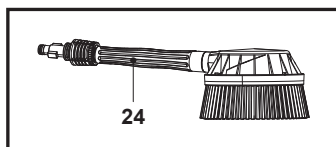

Fig. 15
Peria rotativă (24) poate curăța blând, dar eficient suprafețe. Este ideală pentru vehicule, ferestre și mobilier pentru grădină, oferind o curățare eficientă împotriva murdăriei, dar blândă pentru suprafețe, prin combinarea presiunii apei cu acțiunea periei (fig. 15).